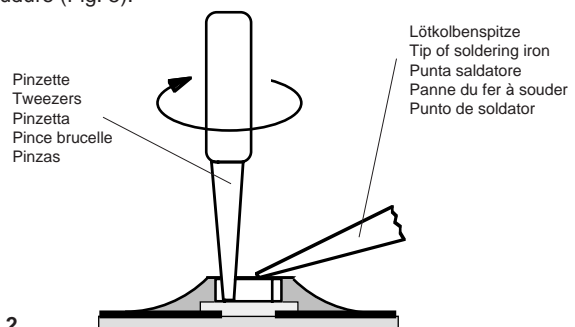

Fig. 2
2. Schritt: CHIP-Enden, bzw. das komplette CHIP-Bauteil erwärmen. CHIP von der Klebung ohne Kraftaufwand abdrehen, damit unter dem CHIP liegende Leiterbahnen nicht abgerissen werden (Fig. 2).
2. Riscaldare le superfici di contatto del CHIP risp. te tutto il CHIP e staccarlo con cautela. Attenzione a non esercitare forza per non danneggiare le piste sottostanti (Fig. 2).
2. step: Warm up the ends of the CHIP or the whole CHIP component and remove the CHIP from the adhesive by turning it without application of force so that the tracks beneath the CHIP do not break (Fig. 2).
2. Chauffer légèrement les contacts externes du composant CMS ou le composant lui-même. Retirer ce dernier avec précaution en le tournant afin d'éviter un arrachement des circuits imprimés situés sous le composant (Fig. 2).
Segundo paso: Calentar los extremos o todo el CHIP y girarlo con las pinzas. No hacer fuerza para que la placa de circuito impreso no resulte dañada. Cuidar de que las pistas situadas debajo del CHIP no se suelten de la placa, ya que éstas también están pegadas (Fig. 2).